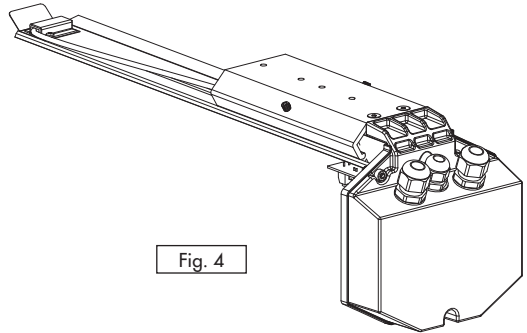

Fig. 4
3. Die Kabel des Widerstandes unter dem Schlitten positionieren und durch die gummiisolierte Öffnung führen (Fig. 4 - 5)